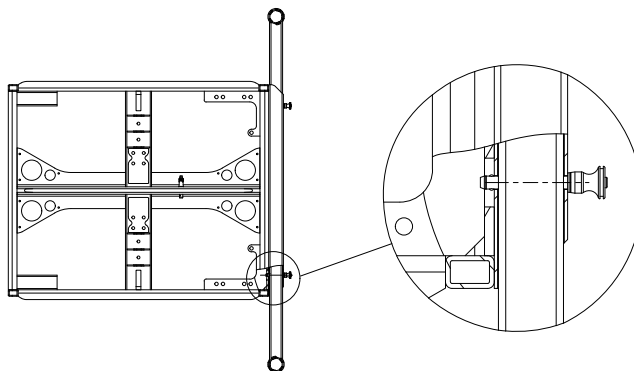

Abbildung 4.3.3 - Montage hinten VERA ORF900 Outrigger am VERARF900
3. Stecken Sie alle Kugelsperrbolzen immer komplett durch alle Vierkantrohre (siehe Abbildung 4.3.3 rechts).